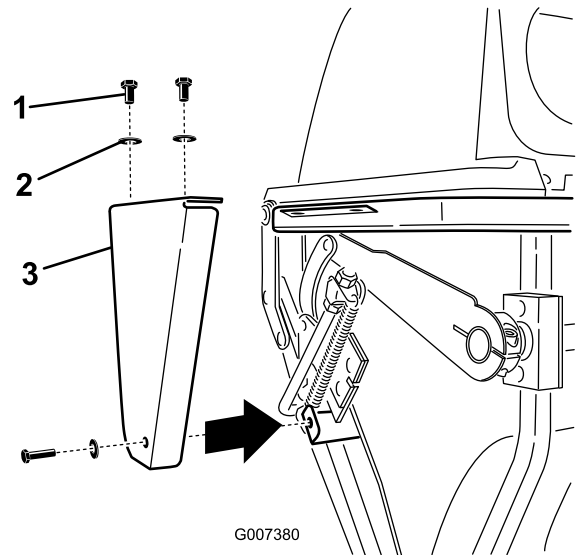

Figure 50
3. Retire la chapa lateral de ambos lados del ensacador (Figure 50).